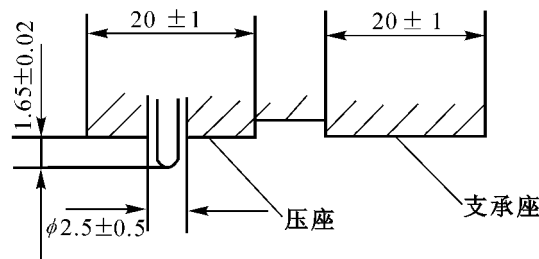

图1 压座和支承座示意图
- 4 硬度计压足和支承座均为正方形正面，边长为 $(20 \pm 1)$  mm。压足中心孔直径为 $(2.5 \pm 0.5)$  mm（如图1）。压足和支承座表面应平整，在同一平面内平面度为0.03 mm。